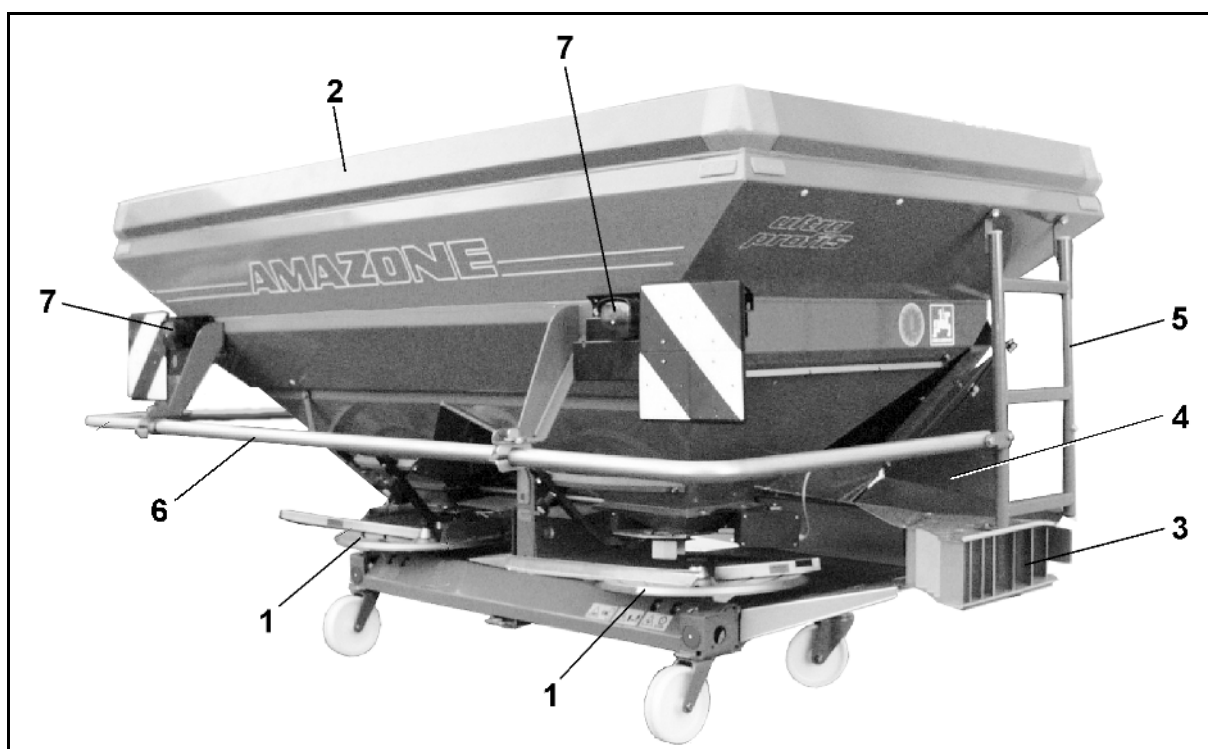

Fig. 45
- Spredeskiver (Fig. 45/1),
- Lad (Fig. 45/2),
- o Trimmer højre og venstre (Fig. 45/3)
- o Smudsfanger højre og venstre (Fig. 45/4)
- o Ledere højre og venstre (Fig. 45/5)
- o Rørstøttebøjle (Fig. 45/6)
- Belysning (Fig. 45/7)